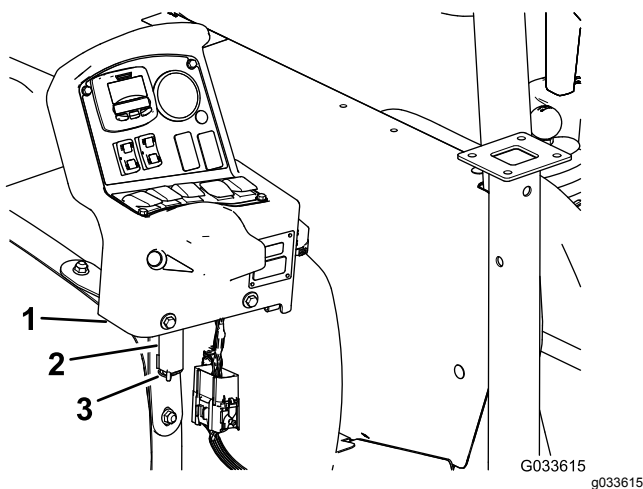

Figura 129
7. Retire a consola do suporte de montagem da consola no painel de instrumentos da máquina e alinhe o pino articulado na consola de controlo com o suporte de armazenamento na correia frontal do depósito (Figura 129); consulte Instalação da consola de controlo na máquina \(página 25\).
8. Monte a consola no suporte e prenda o pino articulado no suporte com o perno de gancho (Figura 129).